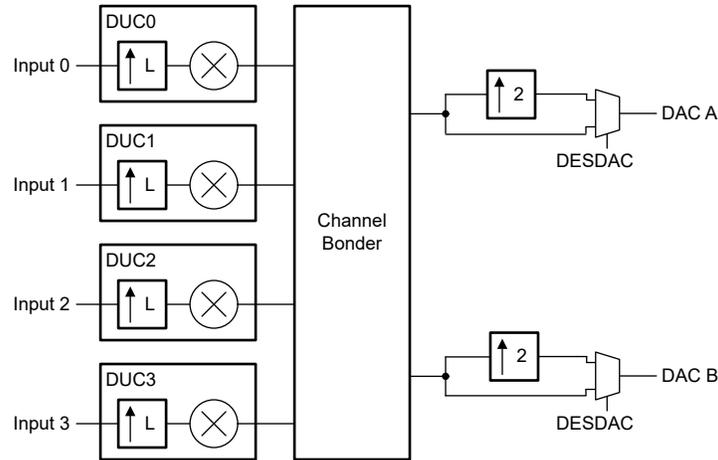

図 7-13. 実際の出力を持つ DUC ブロック
図 7-13 に、デジタル信号処理ブロックを示します。このデバイスには、4 つのデジタル アップコンバータ (DUC) ブロックが搭載されており、4 つの複素 (IQ) 入力ストリームをサポートしており、異なる RF 周波数で結合できます。4 つの DUC